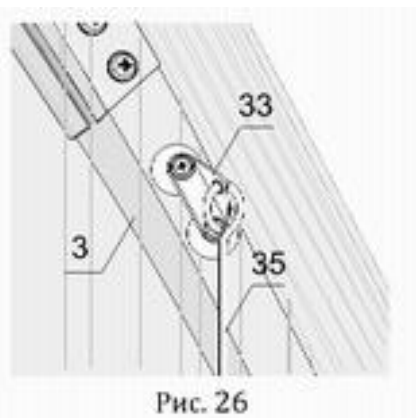

Рис. 26
3.6.3. В уголок №33 на дуге №3 установите крючок №35 (рис. 26).